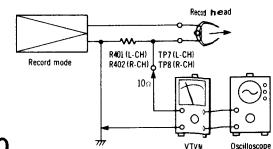

Fig. 20
H Vormagnetisierung Bedingung: * Vormagnetisierungsregler: Zentrum * Aufnahme * Wenn die Vormagnetisierung eines Kanals eingestellt ist, kann die des anderen durchaus abweichend sein.  Meßgerät: * Röhrenvoltmeter * Oszilloskop	<ol style="list-style-type: none"> <li>1. Den Meßaufbau zeigt Fig. 20.</li> <li>2. Gerät auf "Aufnahme" und Band schalten.</li> <li>3. Spannung vom Röhrenvoltmeter mäß folgender Formel berechnen  <math display="block">\text{Vormagnetisierungsstrom (A)} = \frac{\text{Spannung am Röhre}}{10 \text{ (Ohm)}}</math> </li> <li>4. VR401 (linker Kanal) und VR402 (rechter Kanal) auf Fig. 28.</li> </ol> <p>Ungef. Ungef. Ungef. Ungef.</p> <p>NORMALWERT: Ungef. Ungef. Ungef. Ungef.</p>
H Bias current Condition: * Bias adjustment control ... Center * Record mode * When bias current is adjusted on one channel only, note that bias current on the other channel may vary. Equipment: * VTVM * Oscilloscope	<p>1. Test equipment connection is shown in fig. 20.      2. Place UNIT into record mode, and tape selector to "Normal".      3. Read voltage on VTVM and calculate bias current by following formula:</p> $\text{Bias current (A)} = \frac{\text{Value read on VTVM (V)}}{10 (\Omega)}$ <p>Standard value: around 2.2mA (Metal position), around 1.6mA (CrO2 position), around 1.3mA (Fe-Cr position), around 1.1mA (Normal position)</p> <p>4. Adjust VR401 (L-CH), VR402 (R-CH) (See fig. 28).</p>